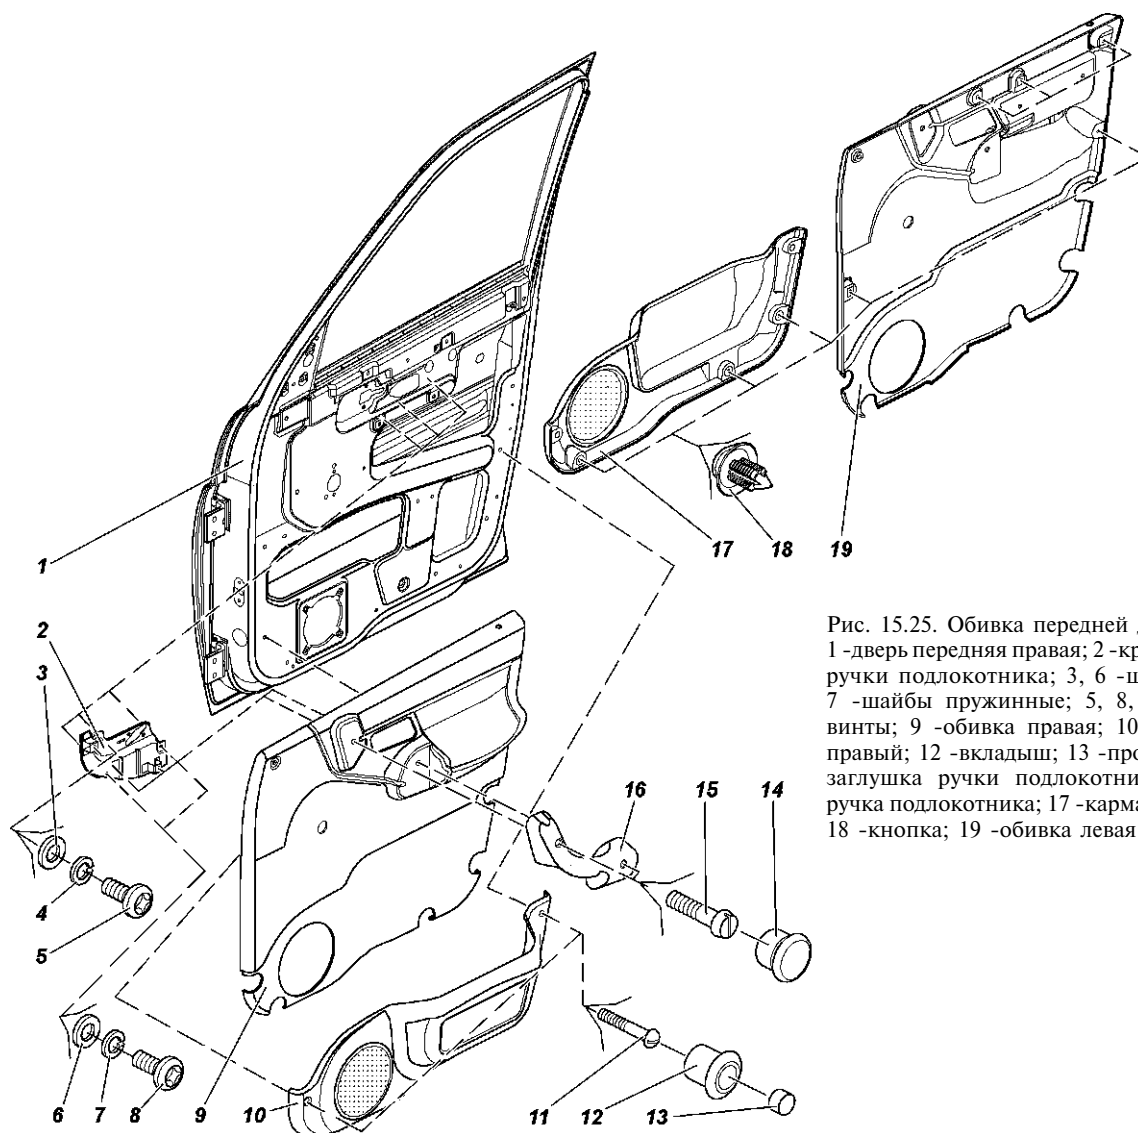

Рис. 15.25. Обивка передней двери:
Снятие обивки (рис. 15.25) передней двери производите в следующем порядке:
4. Выньте заглушки 14 (см. рис. 15.25), отверните два винта 15 и снимите ручку 16.
18. При необходимости отверните винты 8 (см. рис. 15.25) и снимите кронштейн 2.